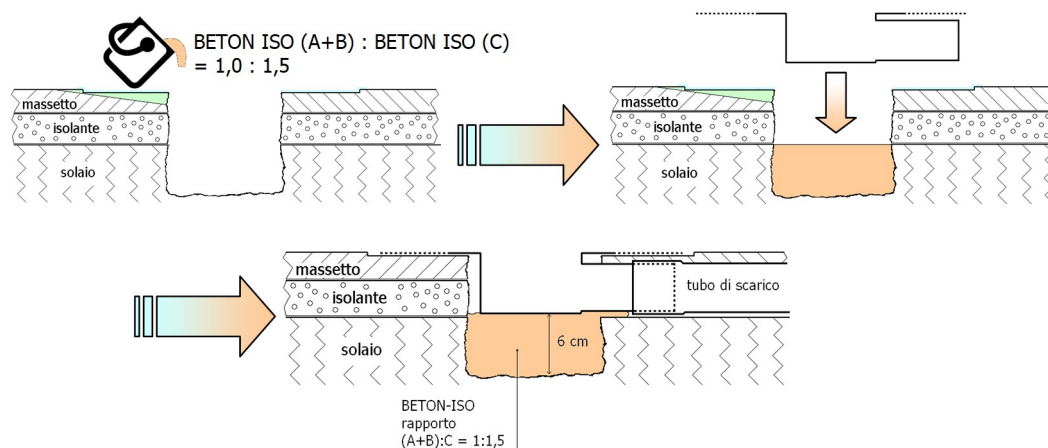

Fig. 4: allettamento del pozzetto con BETON ISO
- colare la malta di allettamento nello scavo fino a riempire i 6 cm di spazio tra il fondo dello scavo e il fondo del pozzetto (vedi Fig. 4);